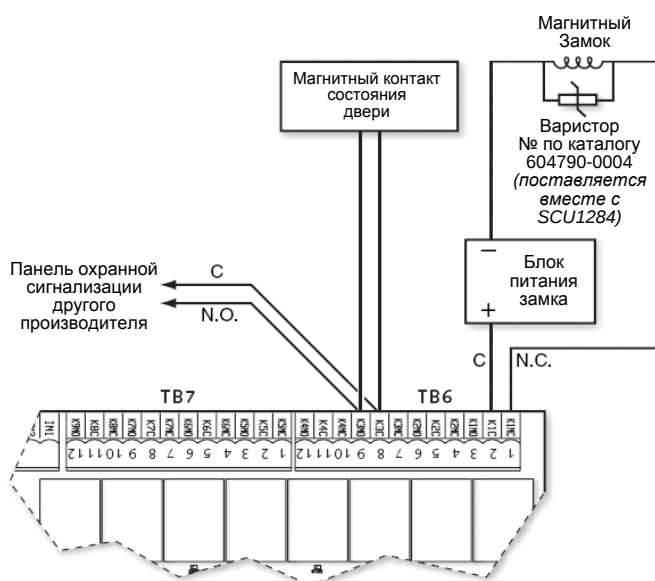

Рис. 9. Пример подключения замка и шунта к SCU1284
3. Установите варистор (ТАС, номер по каталогу 604790-0004) параллельно обмотке дверного замка, как показано на рис. 9. Варистор входит в комплект поставки модуля SCU1284.